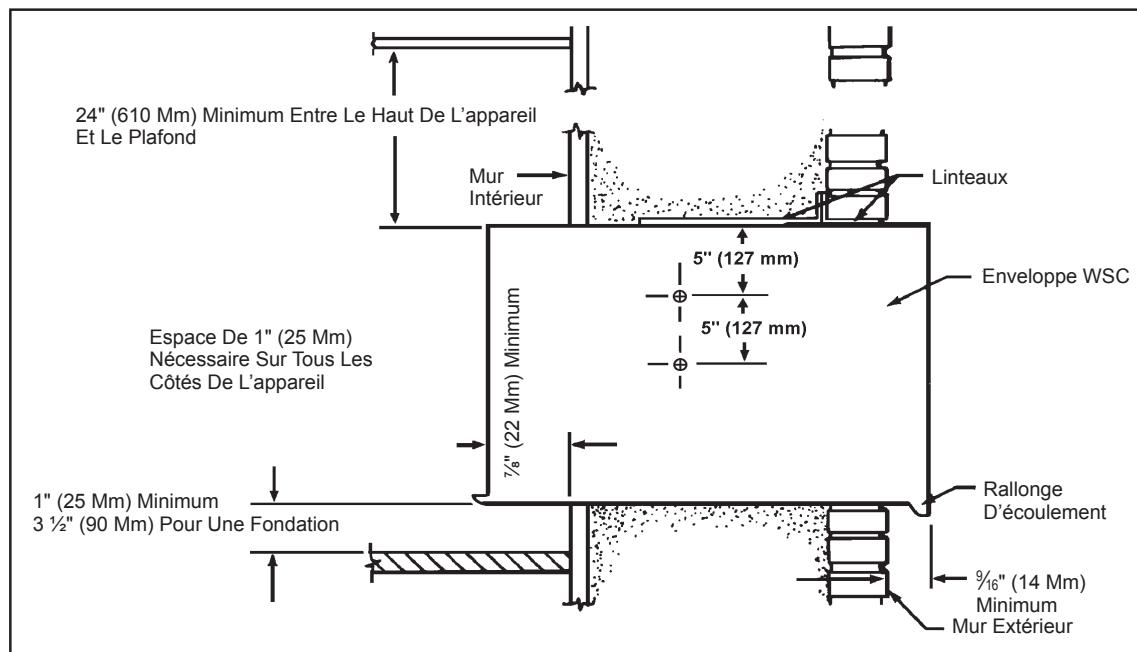

Figure 7
- B. Il faut allouer une distance de 1" (25 mm) sur tous les côtés entre l'appareil et le mur ou le sol. Quand une fondation est utilisée, il faut une distance minimum de 3 1/2" (90 mm) entre le sol et l'enveloppe. Pour minimiser les risques de cycles courts du compresseur, il faut avoir une distance d'au moins 24" (610 mm) entre le plafond et le haut de l'appareil (consulter la Figure 7).
ÉTAPE 1 L'enveloppe WSC doit être mise en place de façon que la rallonge d'évacuation s'étende d'au moins $\frac{1}{16}$ " (1,5 mm) au-delà du mur externe (Figure 7).
ÉTAPE 1 Après avoir déballé l'enveloppe WSC du carton, enlever le panneau avant ondulé. Mettre l'enveloppe WSC dans l'ouverture en suivant les instructions fournies dans Paramètres d'installation. Attacher l'enveloppe sur l'intérieur du mur avec deux vis n° 12A x 2" de chaque côté de l'enveloppe (Figure 7). Mettre des cales en haut de l'enveloppe, au milieu. Visser une vis n° 12A x 2 en haut de l'enveloppe, près des cales. Installer les vis de l'intérieur de l'enveloppe. Si l'ouverture n'a pas de cadre en bois, utiliser des boulons à coquille d'expansion ou des boulons à ailettes (pas fournis).